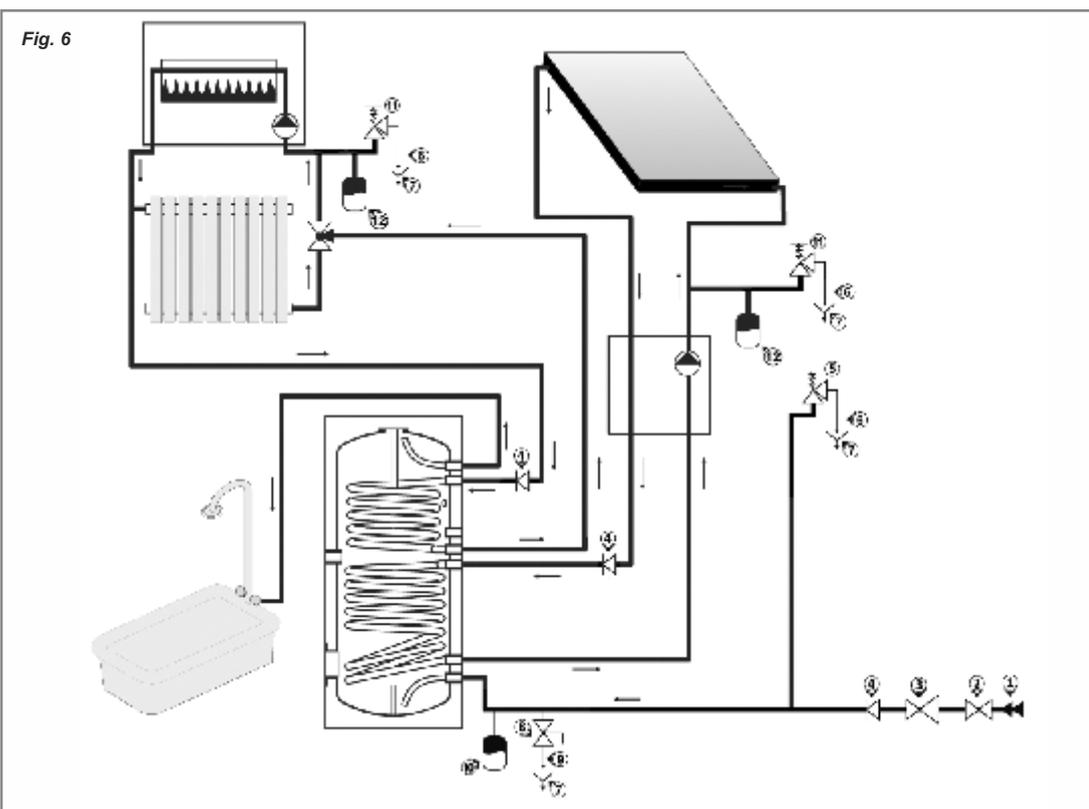

Fig. 6
Es ist erforderlich, die Kühlmitteltemperatur nicht über 110°C und der Druck nicht über 0,8 Mpa überschreitet zu werden! Ein Sicherheitsventil ((11) - **Fig. 6, 7, 8**) muss im Bereich des Wärmetauschers (der Rohrschlange) in Übereinstimmung mit den Anforderungen des Projektants installiert werden, sowie mit Einstellung nicht größer als $P_{nr} = 0,8 \text{ MPa}$ (EN 1489:2000)! Ein Ausdehnungsgefäß ((12) - **Fig. 6, 7, 8**) ist obligatorisch in Übereinstimmung mit dem Projekt des Projektants der Installation! Es wird auch die Installation eines Rückflussventils (4) empfohlen, mit dem Zweck bei nicht funktionierender externer Wärmequelle keine Thermosyphonzirkulation der Flüssigkeit und kein damit verbundener Wärmeverlust vom Boiler zu existieren!